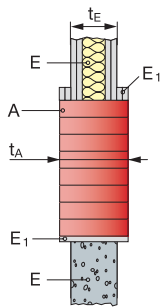

Figura 3: Gol fără servicii
Pereți flexibili, figura 3, secțiunea superioară (E)
Pereți flexibili, figura 3, secțiunea de sus (E)
Gol fără servicii, figura 3: